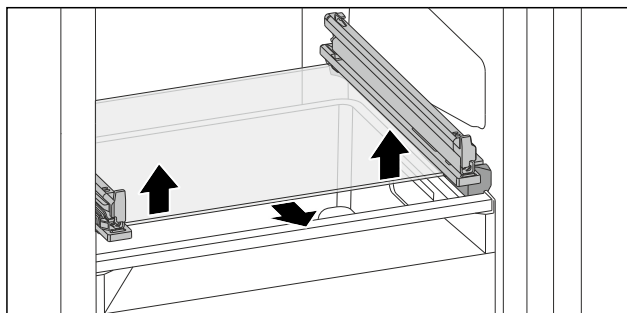

Fig. 202 Tablette en verre du tiroir basculable
- ▶ Appuyer des deux côtés sur la tablette en verre de bas en haut. (voir Fig. 202)